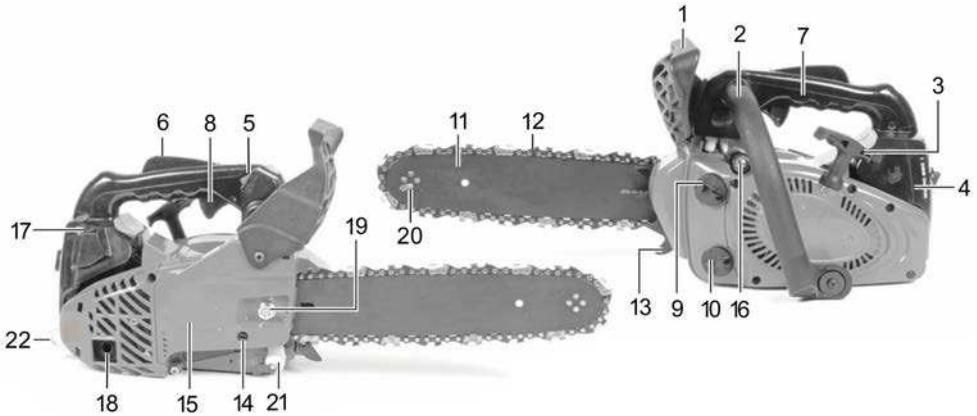
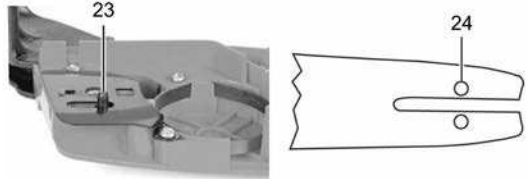

Рисунок 1
Рисунок 2
- Потягніть рукоятку гальма (1, рисунок 1) в бік передньої рукоятки (2, рисунок 1), щоб переконатися, що гальмо ланцюга вимкнено.
- Відгвинтіть гайку (19, рисунок 1), що фіксує кришку зчеплення (15, рисунок 1), та зніміть її.
- Відрегулюйте гвинт натягу ланцюга (14, рисунок 1) на боковій частині кришки зчеплення таким чином, щоб штифт натягу ланцюга (23, рисунок 2) сумістився з відповідним отвором напрямної шини (24, рисунок 2). При цьому отвір на кришці зчеплення повинний збігатися з напрямним гвинтом.
- Вставте штифт механізму натягу ланцюга (23, рисунок 2) в спеціальний отвір на напрямній шині та одягніть кришку зчеплення. Вручну нагвинтіть гайку фіксації кришки зчеплення (19, рисунок 1).
- Обертаючи гвинт натягу ланцюга (14, рисунок 1) за годинниковою стрілкою, натягніть ланцюг до тих пір, поки він не буде щільно прилягати до нижньої сторони напрямної шини. Перевірте натяг, потягнувши ланцюг вгору.
- Утримуючи вістря напрямної шини у верхньому положенні, затягніть гайку (19, рисунок 1), яка фіксує кришку зчеплення, свічним ключем із комплекту поставки.
При кожній заправці паливом обов'язково перевіряйте та доливайте оливу для змащування ланцюга. Горловина масляного бака (10, рисунок 1) для заправлення оливою для ланцюга позначена відповідним зображенням. Рекомендовано використовувати тільки спеціальну оливу для ланцюгів. Олива для ланцюгів значно знижує тертя та нагрів ланцюга і напрямної шини, полегшує їх очищення від стружки та пилу, надійно захищає від корозії та придатна до всесезонного використання.
- Перевірте, щоб гальмо ланцюга (1, рисунок 1) правильно функціонувало (увімкнене – важіль захисного пристрою (1) переведений уперед (убік пиляльної гарнітури), вимкнено – важіль переведений назад (убік рукоятки)).
- Вимикач запалювання (5, рисунок 1) переведіть в положення «Увімкнено» («I», «ON»).
- Витягніть ручку повітряної заслінки карбюратора (17, рисунок 1).
- Декілька разів натисніть на праймер (паливний насос 16, рисунок 1), доки він частково не заповниться паливом. Праймер, заповнений паливом більше половини, свідчить, що до карбюратора надійшло паливо.
- Візьміться за передню рукоятку бензопили (2, рисунок 1) лівою рукою. Поставте бензопилу на землю, наставивши правою ногою на нижній бік задньої рукоятки (7, рисунок 1). Повільно потягніть шнур стартера рукояткою (3, рисунок 1), поки храповик не увійде в зачеплення, після цього швидко і різко смикніть його.
- Натисніть на ручку повітряної заслінки (17, рисунок 1), посунувши її в сторону корпусу бензопили.
- Переведіть вимикач запалювання (5) в положення «Увімкнено» («I», «ON»).
- Витягніть ручку повітряної заслінки карбюратора (17) в проміжне положення (повітряна заслінка закрыта наполовину).
- Візьміться за передню рукоятку бензопили (2) лівою рукою. Поставте бензопилу на землю, наступивши правою ногою на нижній бік задньої рукоятки (7, рисунок 1). Повільно потягніть шнур стартера рукояткою (3, рисунок 1), поки храповик не увійде в зачеплення, після цього швидко і різко смикніть його.